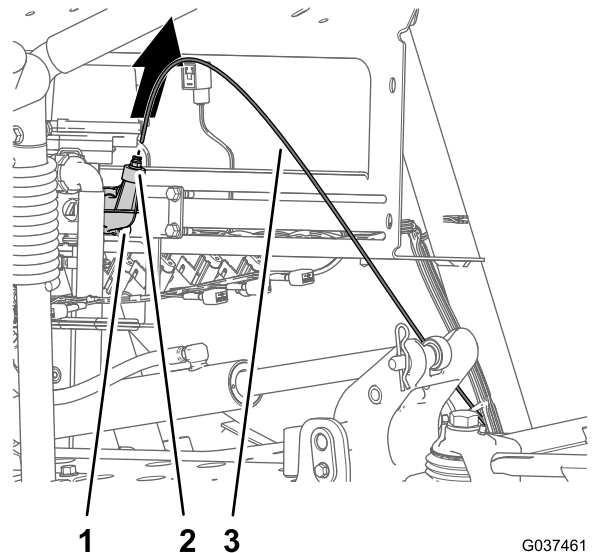

図 10
1. 右側ブーム用バルブのポート付きキャップフィッティングのチューブカップラにあるカラーを押し込む 図 10。
2. ダッシュボード用の水圧検知チューブを抜き出す 図 10。